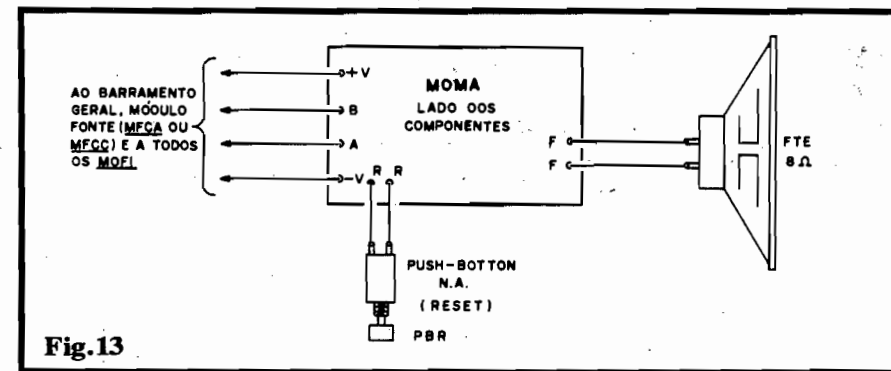

Fig.13
- FIG. 13 - CONEXÕES EXTERNAS DO MOMA - Tanto o alto-falante mini, quanto o **push-button** (RESET) apresentam terminais **não polarizados**, portanto podendo ser ligados sem preocupação de "qual vai onde".